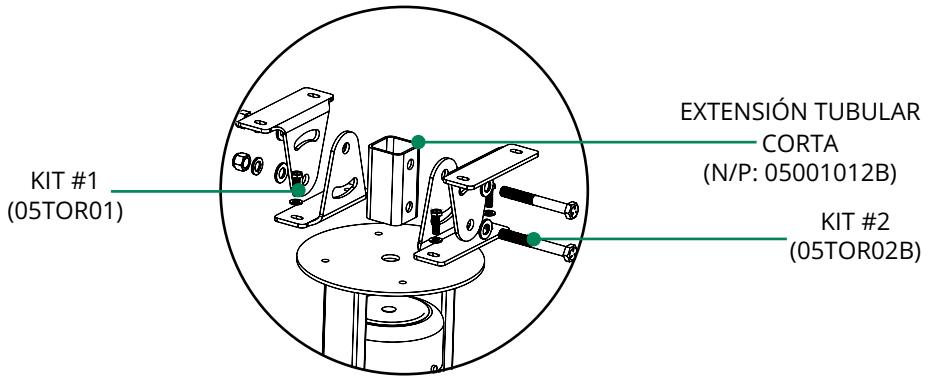

Fig. 5.8
1. Si ha solicitado la versión corta del sistema de fijación, éste deberá ser instalado siguiendo las instrucciones de la instalación en perfiles de acero y ensamblando los componentes como se muestra en la ilustración 5.8 y 5.9. Se coloca el yugo inferior a cada lado de la extensión tubular y el yugo superior a los extremos. Se fija con el kit de tornillería #2B.